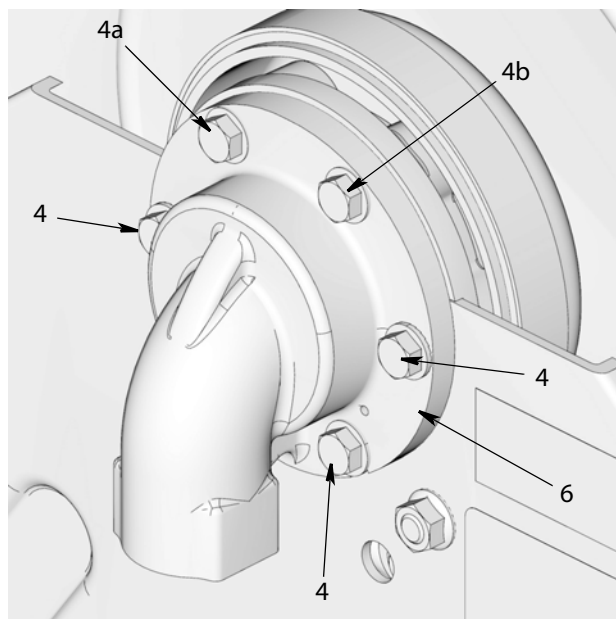

FIG. 3
Следующие шаги см. на FIG. 3.
5. Сначала установите 2 верхних болта (4a и 4b), как показано на FIG. 3. Затяните болты с усилием, достаточным для удержания всех деталей на месте.
6. Затем установите оставшиеся болты (4). Затяните вручную с усилием 33,9–47,45 Н•м (25–35 футофунтов).